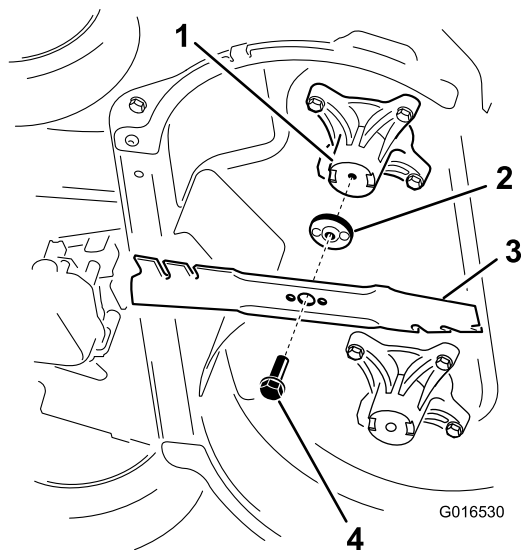

Figura 44
2. Retire cada cuchilla, según se muestra en Figura 44.
1. Instale la primera cuchilla en posición horizontal, junto con todos los herrajes de montaje, según se muestra en Figura 44.